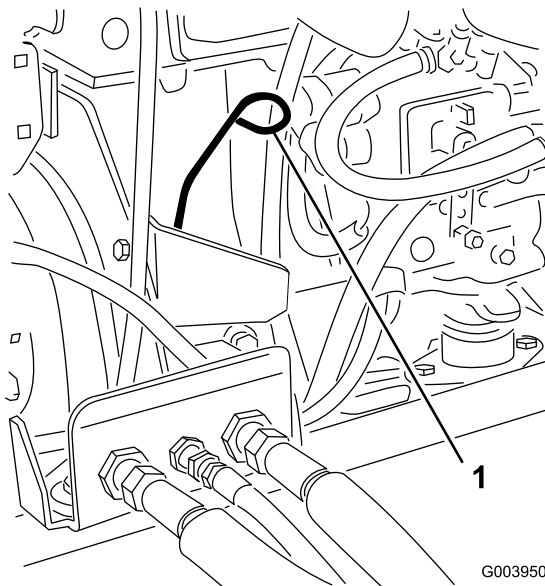

図 44
3. ディップスティックを抜き取り、付いているオイルをウェスで拭きとってもう一度差し込む(図 44)。